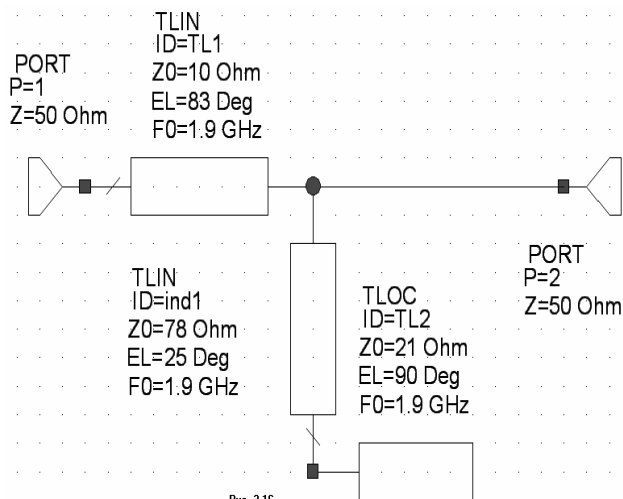

Рис. 3.16
5. Щёлкните левой кнопкой мышки по файлу **input math.sch** и нажмите **Открыть**. На рабочем поле будет отображена схема, показанная на рис. 3.16.